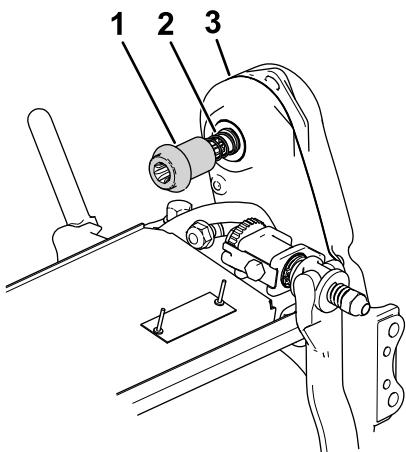

Рисунок 7
- Установите муфту и пружину на узел привода барабана в сборе режущего блока (Рисунок 7).
- Убедитесь в том, что муфта (Рисунок 7) может свободно перемещаться вперед и назад по валу привода трансмиссии.